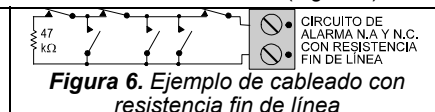

Figura 6. Ejemplo de cableado con resistencia fin de línea
C. Si la entrada auxiliar se define con resistencia E.O.L. (**microinterruptor 2** en **ON**), podrá usar contactos normalmente abiertos (N.A.) y normalmente cerrados (N.C.) Para ello, conecte una resistencia fin de línea de 47 kΩ al final del bucle (Figura 6).